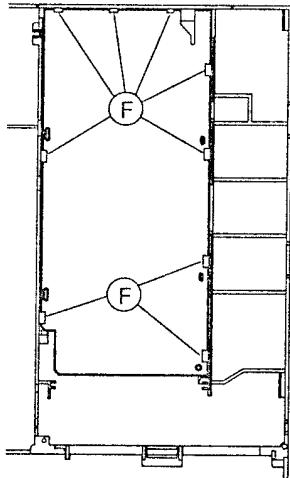

Fig. 3
- Rastnasen (F) öffnen und Chassisplatte herausnehmen (Fig. 3).
- Open the locking lugs (F) and remove the Chassis Board (Fig. 3).